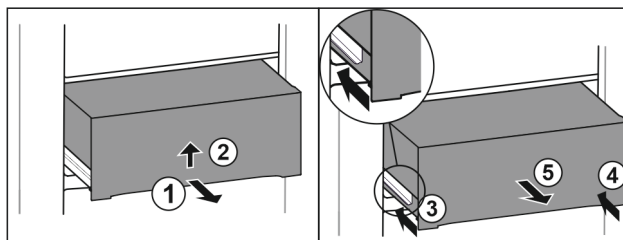

Fig. 40
- ▶ Zásuvku napůl vytáhněte. Fig. 40 (1)
- ▶ Zvedněte zásuvku na spodní straně. Fig. 40 (2)
- ▶ Zasuňte levou kolejničku. Fig. 40 (3)
- ▶ Zasuňte pravou kolejničku. Fig. 40 (4)
- ▶ Vyjměte zásuvku dopředu. Fig. 40 (5)